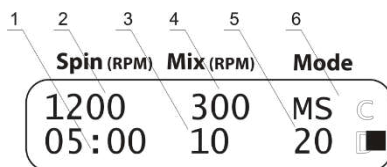

Рисунок 4. Центрифуга + вортекс
- 5.9.1. Выберите режим чередующихся центрифугирования и вортексирования (индикация **M.S.** параметра **Mode**, рис. 4/6).
- 5.9.2. Установите необходимую скорость центрифугирования: от 300 до 1500 об/мин (шаг —100 об/мин, рис. 4/2).
- 5.9.3. Установите время центрифугирования от 1 с до 30 мин. (шаг 1 с, после 1 мин. - 1 мин., рис. 4/1).
- 5.9.4. Установите скорость вортексирования от 300 до 1200 об/мин (шаг 100 об/мин, рис. 4/4).
- 5.9.5. Установите время вортексирования от 1 до 60 с (шаг 1 с, рис. 4/3).
- 5.9.6. Установите число повторений цикла, от 1 до 999 (рис. 4/5).